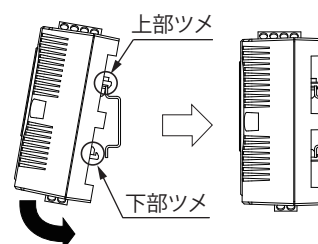

図9
- 上部ツメを IEC (DIN) レールに引っ掛けた状態で、下部ツメを IEC (DIN) レールに押し当ててカチッと音がするまではめ込みます。(図 9)